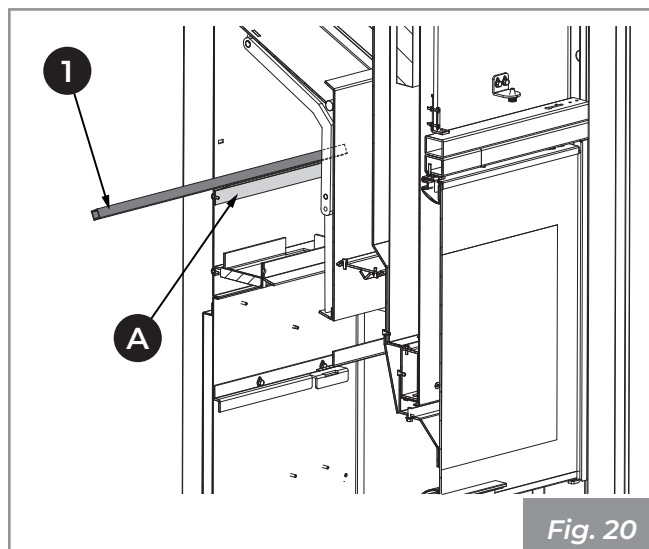

Fig. 20
- 3) Posizionare il distanziale (1) appoggiandolo sull'apposito supporto (A) (**Fig. 20**).